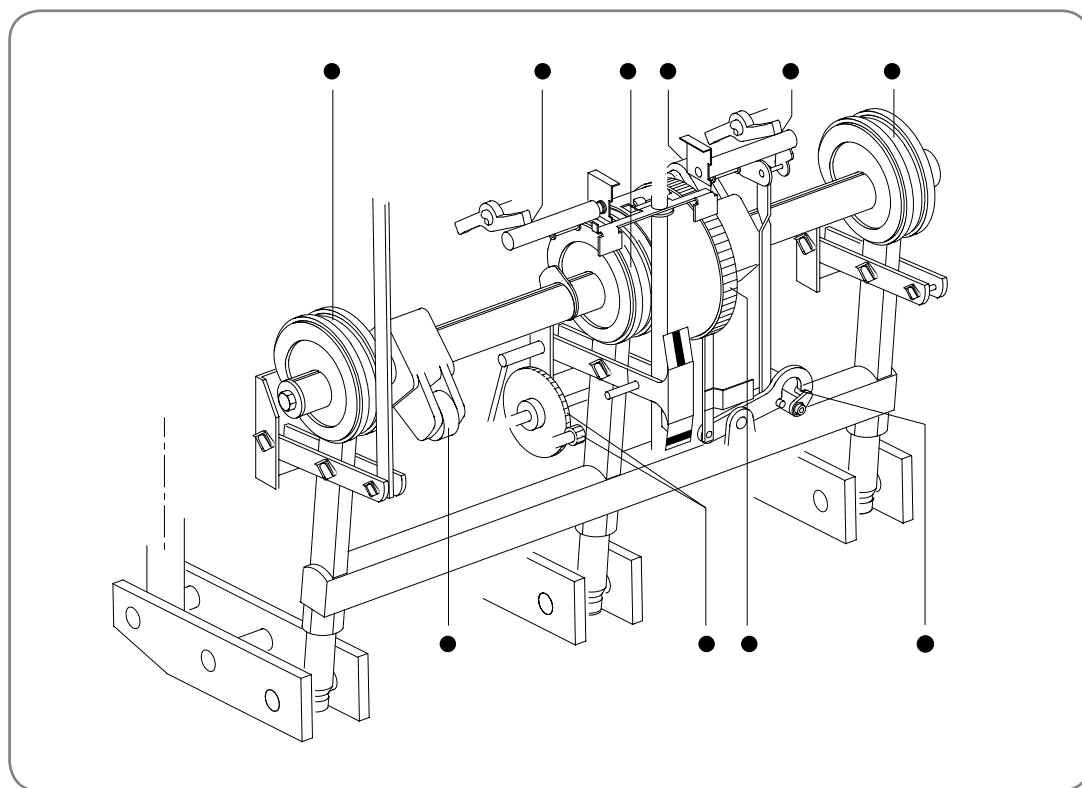

Рис. 8.1. Механизм привода выключателя
- Точки механизма привода выключателя, требующие смазки (рис. 8.1):